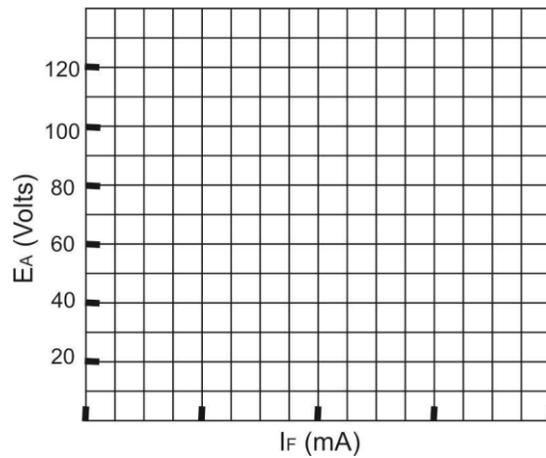

Figura 4
3. En la gráfica de la figura 4 dibuje la curva de E_A en función de la I_F del generador de c-d en derivación. Utilice los datos de la tabla 1 observe que la característica de “dobla” al aumentar la corriente de campo. ¿Puede explicar por qué sucede esto?